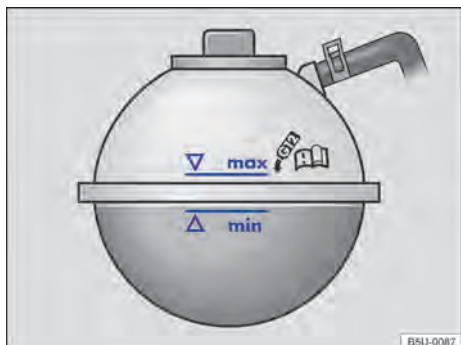

Fig. 183 No compartimento do motor: marcação no reservatório de expansão do líquido de arrefecimento do motor.
- Com o motor frio, verificar o nível do líquido de arrefecimento do motor pela marcação lateral do reservatório → Fig. 183.
- O nível do líquido de arrefecimento do motor deve permanecer dentro da marcação do reservatório → Fig. 183. **Não completar acima da marca "max"** → ⓘ!
- Completar com líquido de arrefecimento do motor somente até a marca "max" → Fig. 183. Caso contrário, ao aquecer-se, o líquido excedente será expulso do sistema de arrefecimento do motor e poderá causar danos.